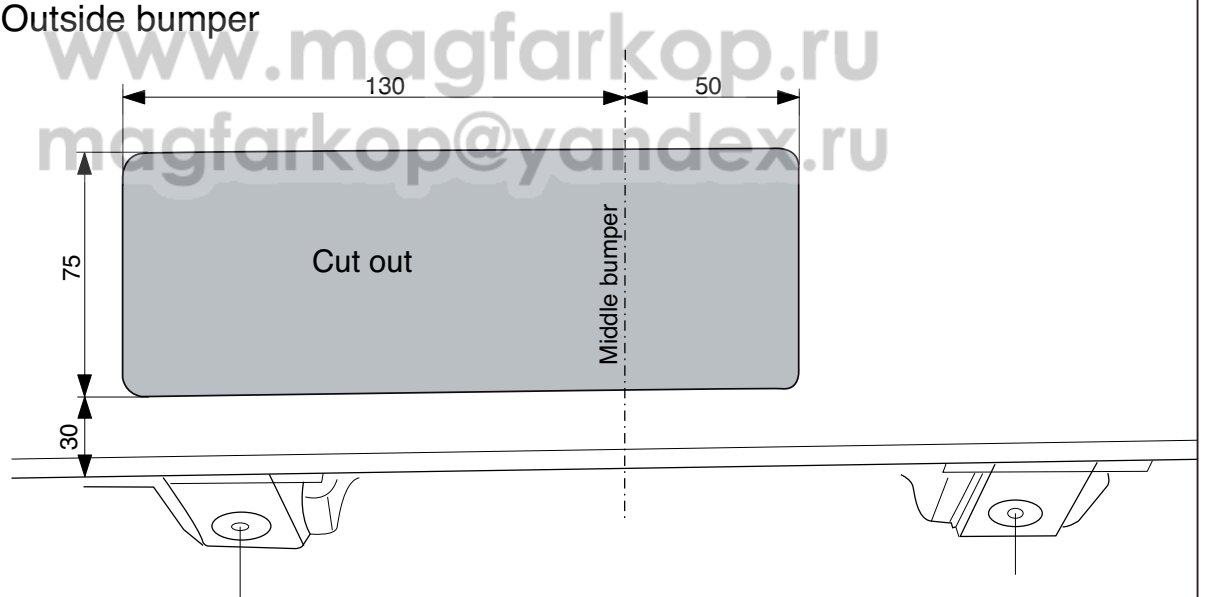

Fig.4
11. For models without bumper cover, the following applies: Saw out the indicated section in accordance with figure 4.
11. **Für Modelle ohne Stoßstangenklappe gilt:** Gemäß Abb. 4 das angegebene Teil herausschneiden.